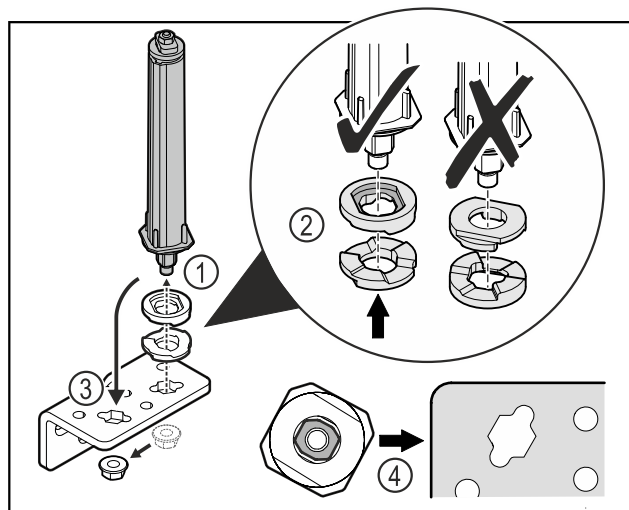

Fig. 41
- Odvijte matice in odstranite sistem za zaklepanje vrat Fig. 41 (1).
- Pazite na pravilno razporeditev podložk za nastavljanje višine Fig. 41 (2).
- Sistem za zaklepanje vrat prestavite v kotniku tečaja in ga fiksirajte z matico Fig. 41 (3).
- Pri vstavljanju pazite na pravilno naravnost sistema za zaklepanje vrat Fig. 41 (4).